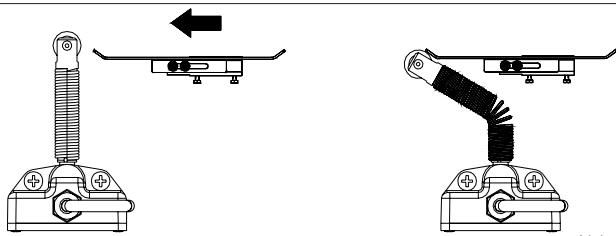

Abb.20
a) Das Feinblech sollte den Endanschlag mit der geformten Seite aktivieren, wie in Abb. 20 dargestellt.